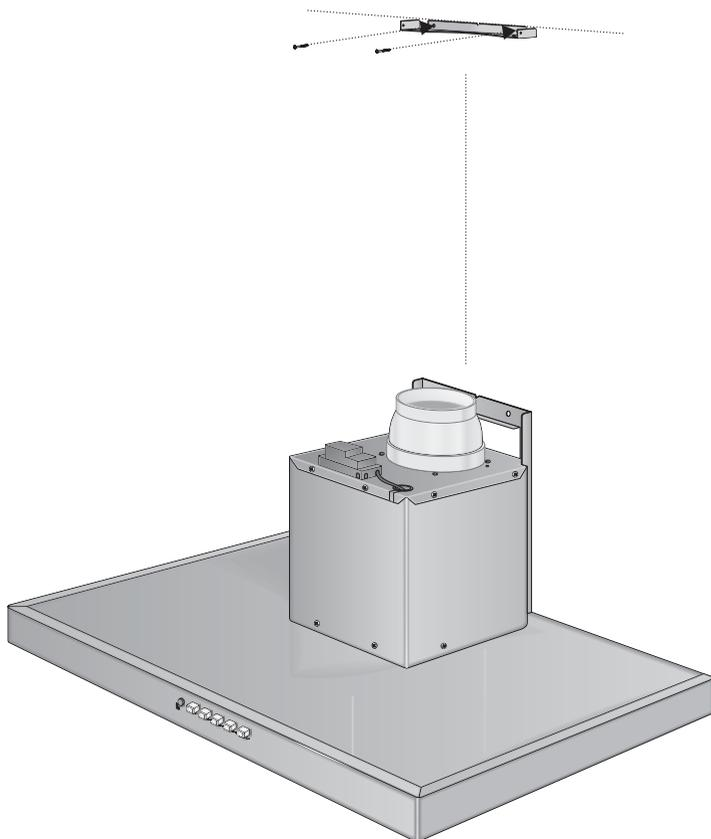

Fig. 7
- Fissare la staffa ancoraggio camino superiore a parete a contatto del soffitto, utilizzando le due viti in dotazione M5 x 40 (Fig.7)
- Fix the upper stack wall clamp to the wall touching the ceiling by means of the four M5 x 40 included in the supply.(Fig.7)
- Fixer la bride ancrage cheminée supérieure sur le mur au contact avec le plafond, en utilisant les deux vis en dotation M5x40.(Fig.7)